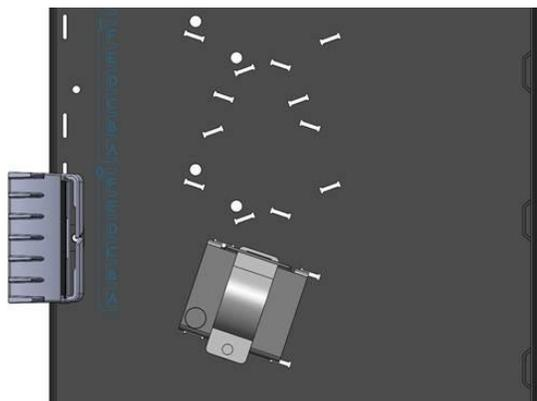
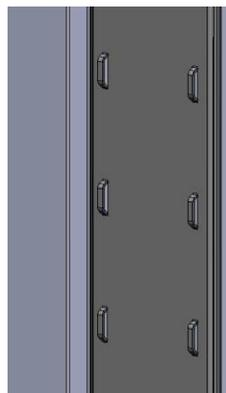

figura 1
figura 2
- C. Malla troncal posterior (parte de la estructura) –** La malla troncal posterior es una rejilla basada en el sistema de montaje para el cableado troncal en la parte posterior de la estructura HDF3168. Cada cubierta tiene un punto específico de montaje en la malla para aceptar los juegos de abrazadera de cable para asegurar correctamente los troncales de cable de fibra, ya sea por encima o por debajo de enrutamiento. Las guías de enrutamiento (figura 1) proporcionan apoyo y orientación apropiada para cumplir con el radio de curvatura de la instalación. Agarraderas de pared lateral (figura 2) se encuentran ubicadas de manera uniforme para sujetar troncales de cableado de fibra dentro de la estructura.